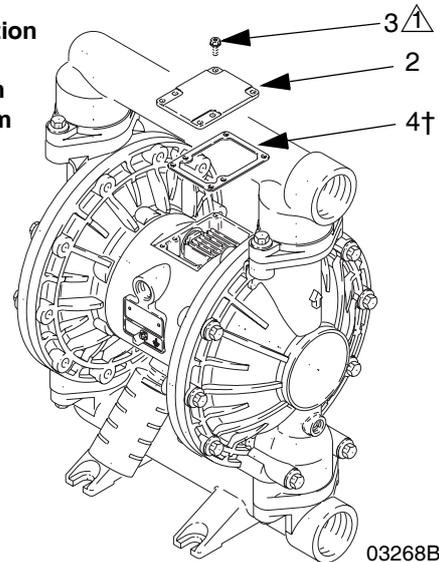

FIG. 7
2. Retirez les six vis (3), le capot de la vanne d'air (2) et le joint (4) avec un tournevis Torx (T20) ou une clé à douille de 7 mm (9/32 po.). Voir FIG. 7.